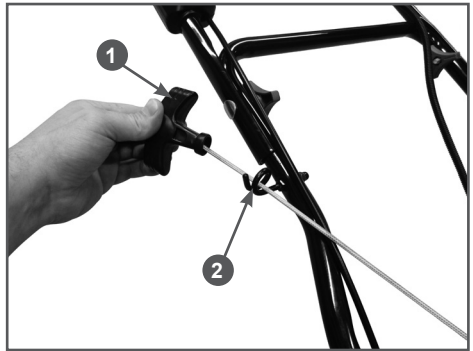

Рис. 7 Крепление ручки стартера на рукоятке
8. Закрепите ручку стартера на кронштейне (Рис. 7). Для этого медленно потяните за ручку стартера, чтобы вытянуть шнур из корпуса стартера на требуемую длину. Затем пропустите шнур стартера через витки кронштейна и опустите ручку стартера. Ручка стартера должна остаться на кронштейне.